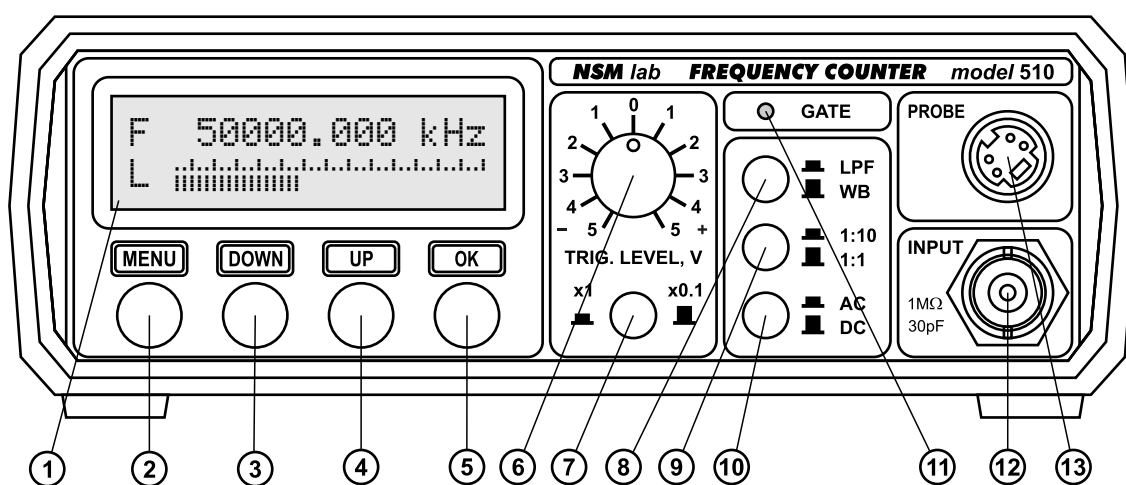

Рис. 1. Передняя панель частотомера FC-510.
Частотомер собран в пластмассовом корпусе размером 160 x 140 x 60 мм. На передней панели расположены входные разъемы, органы управления и дисплей. На задней панели частотомера находится выключатель питания, сетевой шнур и клемма заземления. Внешний вид передней панели частотомера показан на рис. 1.
Основной вход может быть открытым (DC) и закрытым (AC). Переключение производится кнопкой 10 (рис. 1). При открытом входе постоянная составляющая проходит на вход компаратора частотомера. Это позволяет путем регулировки порога компаратора выделять сигналы, имеющие пьедестал постоянного уровня. При закрытом входе на вход компаратора проходит только переменная составляющая сигнала. В этом случае может быть установлен нулевой порог компаратора, который подойдет для большинства сигналов.
Регулировка порога компаратора производится с помощью переменного резистора 6 (рис. 1). Пределы регулировки переключаются кнопкой 7 и могут быть ± 5 В или ± 0.5 В. Если включен входной делитель 1:10, то эквивалентное значение порога, приведенное к входу частотомера, увеличится в 10 раз. То же самое происходит и при использовании внешнего щупа с делителем.
На передней панели частотомера имеется светодиод 11 (рис. 1). Он загорается в то время, когда производится счет. Для того чтобы запустился процесс счета, на вход частотомера должен поступать сигнал, а порог компаратора должен быть правильно настроен. Если компаратор не переключается, то измерение не начинается, и светодиод погашен. Таким образом, светодиод удобно использовать для настройки порога компаратора.